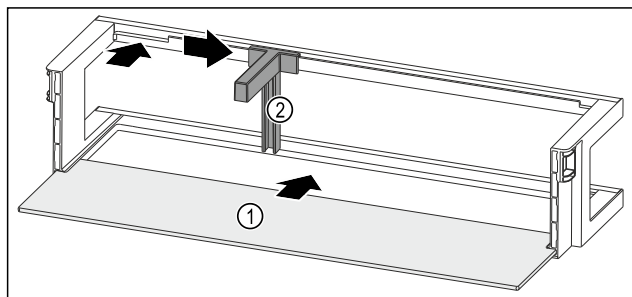

Fig. 101 带搁板的门边存放架
- ▶ 将搁板 Fig. 101 (1) 推入侧面凹槽。
- ▶ 将瓶托 Fig. 101 (2) 装入槽中。
- ▶ 将瓶托 Fig. 101 (2) 推至一侧的所需位置。